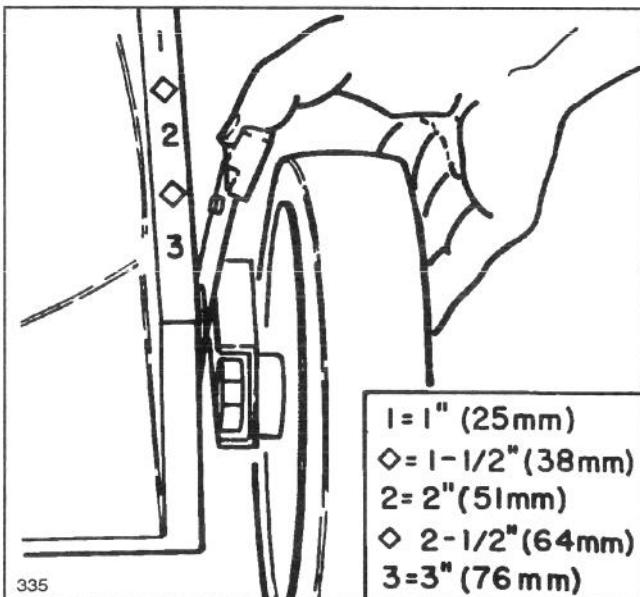

Abbildung 9
2. Zur leichteren Einstellung Mähgehäuse anheben, damit das Rad keinen Bodenkontakt mehr hat. Dabei nicht mit der Hand unter das Gehäuse greifen. Drücken Sie den Schnithöhen-Einstellungshebel zum Rad hin (Abb. 9), und stellen Sie die gewünschte Schnithöhe ein. Stellen Sie sicher, daß der Stift des Einstellhebels in die Kerbe am Gehäuse einrastet. Stellen Sie alle Räder auf die gleiche Höhe ein.